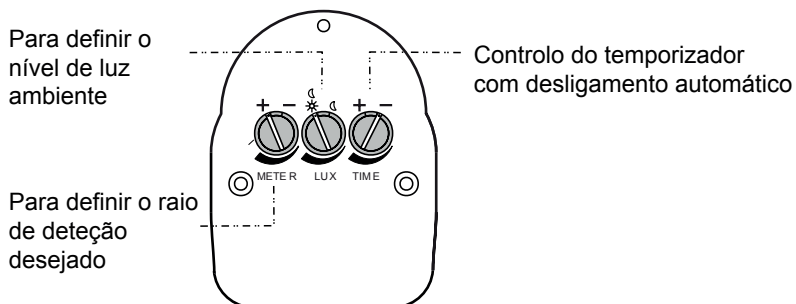

FIG. 11
Botão "METER" (MEDIDOR) - TIME (TEMPO) - LUX (consulte a FIG. 11).
6. Ajuste o botão "METER" (MEDIDOR) à distância a ser detetada. Ao colocar o botão na posição "-", o sensor deteta o "campo de visão" mais pequeno. Ao colocar o botão na posição "+", o sensor deteta o "campo de visão" maior (consulte a FIG. 11).
7. Ajuste o botão "TIME" (TEMPO) com cuidado. A definição mín. de "-" é cerca de 6 segundos, a definição máx. de "+" é cerca de 12 minutos (consulte a FIG. 11).
8. Ajuste o botão "LUX" com cuidado até ao valor a ser iluminado. O valor predefinido é "☀" à saída da fábrica. "☀" significa nível total de luz do dia e "☾" significa nível de luz ao anoitecer (consulte a FIG. 11).